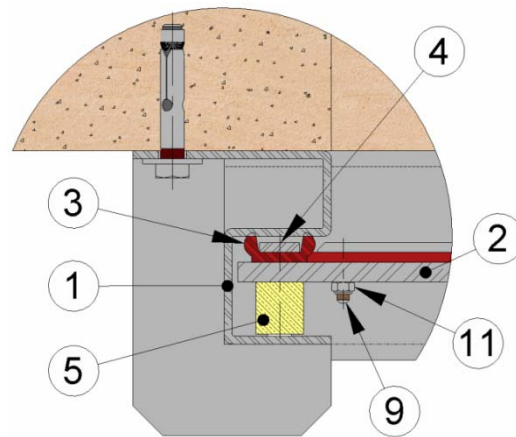

fig. 9
3. Lâcher et extraire les vis (9, 10 et 11) qui soutiennent les brides (4) et le joint (3).
4. Retirer les brides (4) et finalement le joint détérioré (3), puis nettoyer son logement.
5. Placer un nouveau joint (3) imprégné de vaseline avec les mêmes dimensions que de celui retiré.
6. Placer à nouveau les brides (4) en soutenant le joint (3). Il est important que les joints latéraux et l'inférieur ressortent d'environ cinq millimètres de la partie inférieure de la pelle (2) pour pouvoir réaliser correctement la fermeture inférieure. Après avoir vérifié qu'ils sont correctement montés, nous les visserons.
7. Nous introduisons la pelle dans le corps, en tenant compte que si la vanne est unidirectionnelle défavorable ou bidirectionnelle, le joint de siège sera à double sommet et la position de ce joint devra rester avec les sommets ouverts (fig. 9).